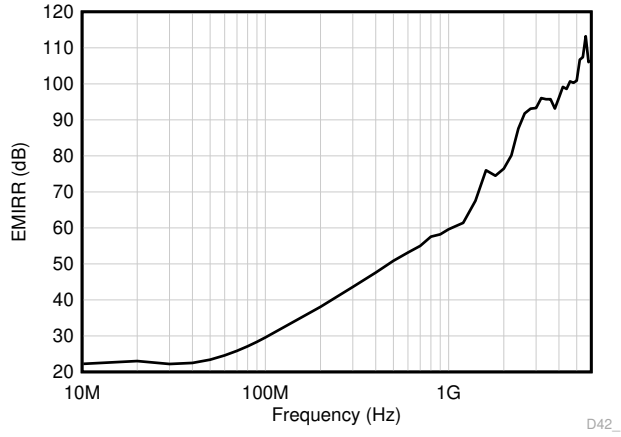

图 8-4. EMIRR 测试
OPAx310 使用集成电磁干扰 (EMI) 滤波来降低干扰源 (如无线通信设备 (射频干扰 (RFI)) 以及混合使用模拟信号链和数字组件的高密度电路板) 产生的 EMI。利用电路设计技术可以提高 EMI 抗扰度；OPAx310 从这些设计改进中受益。德州仪器 (TI) 已经开发出在 10MHz 至 6GHz 宽频谱范围内准确测量和量化运算放大器抗扰度的功能。图 8-4 显示了对 OPAx310 执行此测试的结果。表 8-1 显示了 OPAx310 在实际应用中常见特定频率下的 EMIRR IN+ 值。运算放大器的 EMI 抑制比应用报告包含了与运算放大器相关的 EMIRR 性能主题，该报告可在 www.ti.com 上下载。